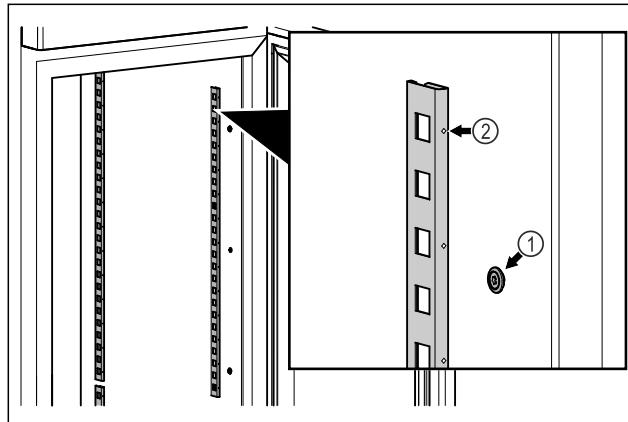

Fig. 79 例图
- 让止动条挂在悬挂装置 Fig. 79 (1) 上。标记 Fig. 79 (2) 必须指向前方。